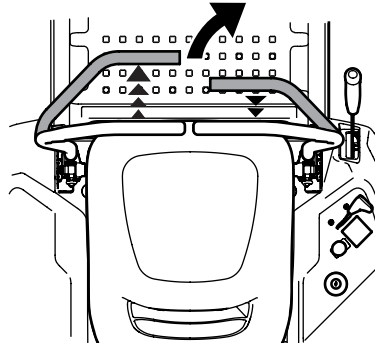

Figura 3-6
- Para girar a la derecha, mueva la palanca de control del lado derecho hacia atrás respecto de la palanca izquierda. Consulte la Figura 3-6.